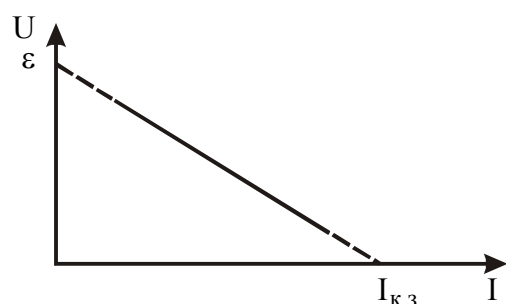

Рисунок 1
Для данного источника эдс ε и внутреннее сопротивление r являются величинами постоянными, следовательно, напряжение U на внешнем участке цепи будет линейно зависеть от силы тока I (рис. 1)
Из анализа формул (1), (2), (4) и графика (рис.1) можно сделать следующие выводы: